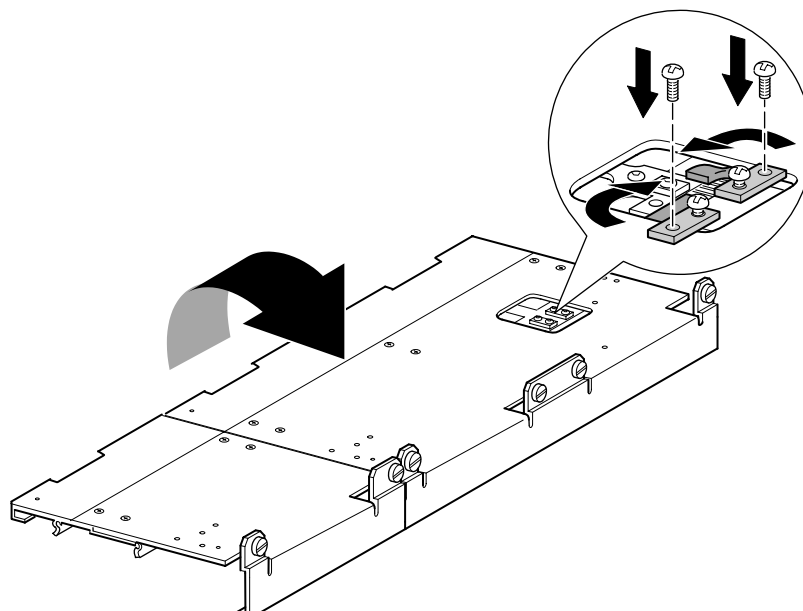

図2-19: ベルトブロック上のタイミングベルト
7. タイミングベルトの両端を、ベルトブロックの上に置きます (図2-19を参照)。